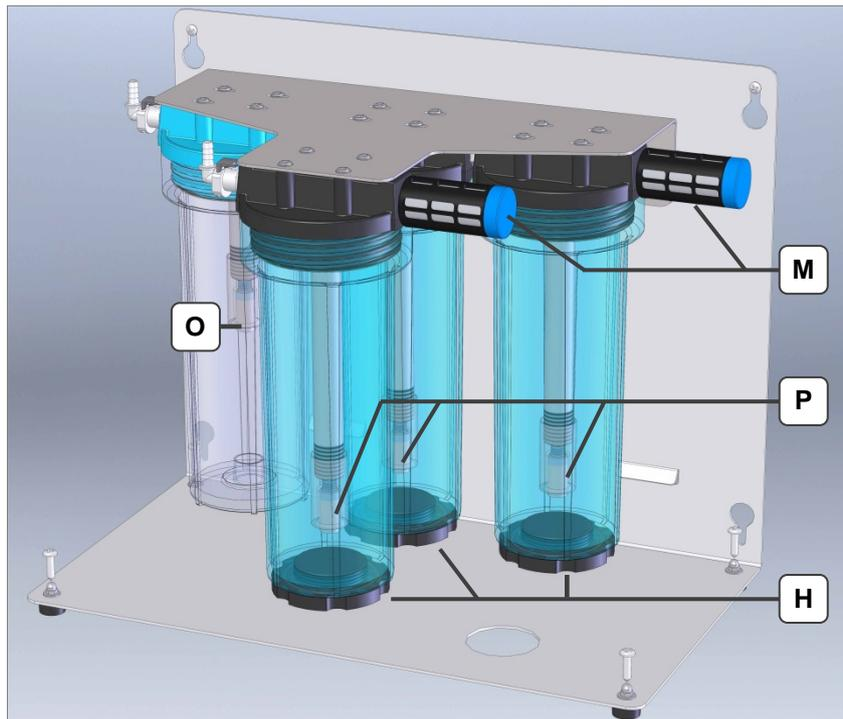

Fig. 14.3.3.1 Vue en coupe du filtre à charbon actif
**Remplacement du filtre PE externe** Dévissez le filtre PE externe (*fig. 14.3.3.1.M*) de la cartouche de charbon actif.
Dévissez le filtre PE usagé (*fig. 14.3.3.1.O*) du logement fileté.
Ouvrez le bouchon fileté (*fig. 14.3.3.1.H*) de la cartouche de charbon actif et remplissez la cartouche à l'aide de l'entonnoir avec la quantité de granulés de charbon actif neufs nécessaire. Revissez le bouchon fileté fermement.